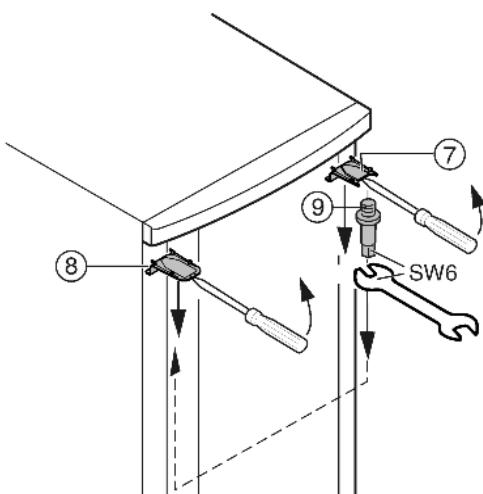

Fig. 7
- Верхнюю крышку Fig. 7 (7) и крышку Fig. 7 (8) с помощью отвертки выведите вперед из фиксатора и снимите, наклоняя вниз.
- Выкрутите опорный палец Fig. 7 (9) и вкрутите на противоположной стороне (**с моментом 4 Нм**).
- Снова установите крышку Fig. 7 (7) на стороне опорного пальца: насадите сзади, защелкните спереди.
- Установите крышку Fig. 7 (8) на противоположной стороне: насадите сзади, защелкните спереди.
- Подвесьте верхнюю часть двери на опорный палец Fig. 7 (9).